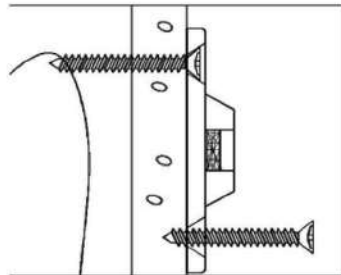
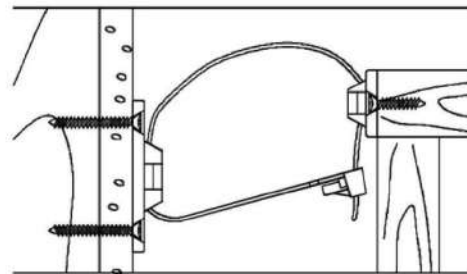

Figure 2
Figure 3
3) **INSTALLATION DU SUPPORT MURAL:** Placez le support latéral mural le long des marques du montant choisi de manière à ce qu'il soit voisin au support latéral du meuble lorsque le meuble sera placé à son emplacement final. Le support mural devrait être situé à 2,54cm (1 POUCE) plus bas que le support latéral du meuble (voir la Figure 3). Utilisez les DEUX vis longues pour fixer le support latéral mural au mur. Souvenez-vous de placer le support latéral mural à la verticale de manière à ce que les deux vis s'insèrent dans les montants choisis (voir la Figure 2).